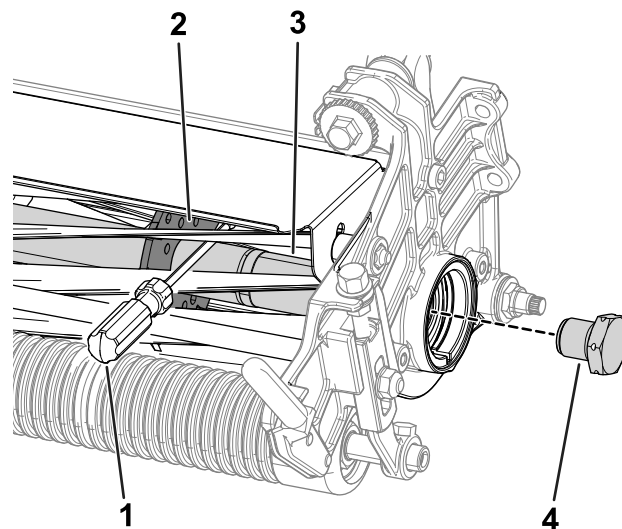

图 28
1. 将一根长柄撬棍建议尺寸为 0.95cm x 30.48cm 带螺丝刀柄插入滚刀组前面最靠近需要扭转的滚刀组一侧图 28。
2. 将撬棍靠着滚刀支撑板的焊接侧图 28。